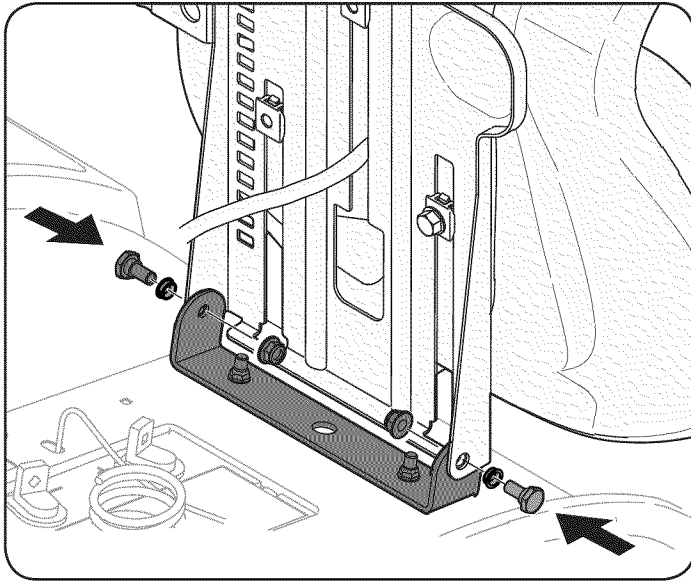

Figura 3
3. Gire el asiento hasta la posición deseada y asegúrelo en su lugar con los tornillos de borde y las tuercas de seguridad con brida que extrajo antes. Tenga cuidado de no doblar o dañar el cableado mientras instala el asiento. Vea la Figura 3.